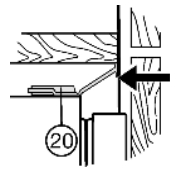

Fig. 16
► En caso de que sea necesario, alinee el panel de compensación Fig. 16 (20) desplazándolo en paralelo hacia la esquina del mueble. No debe sobresalir.